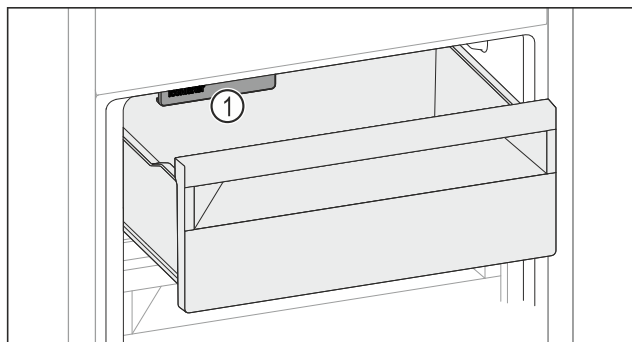

Fig. 157
- Observera IceMaker Fig. 157 (1).